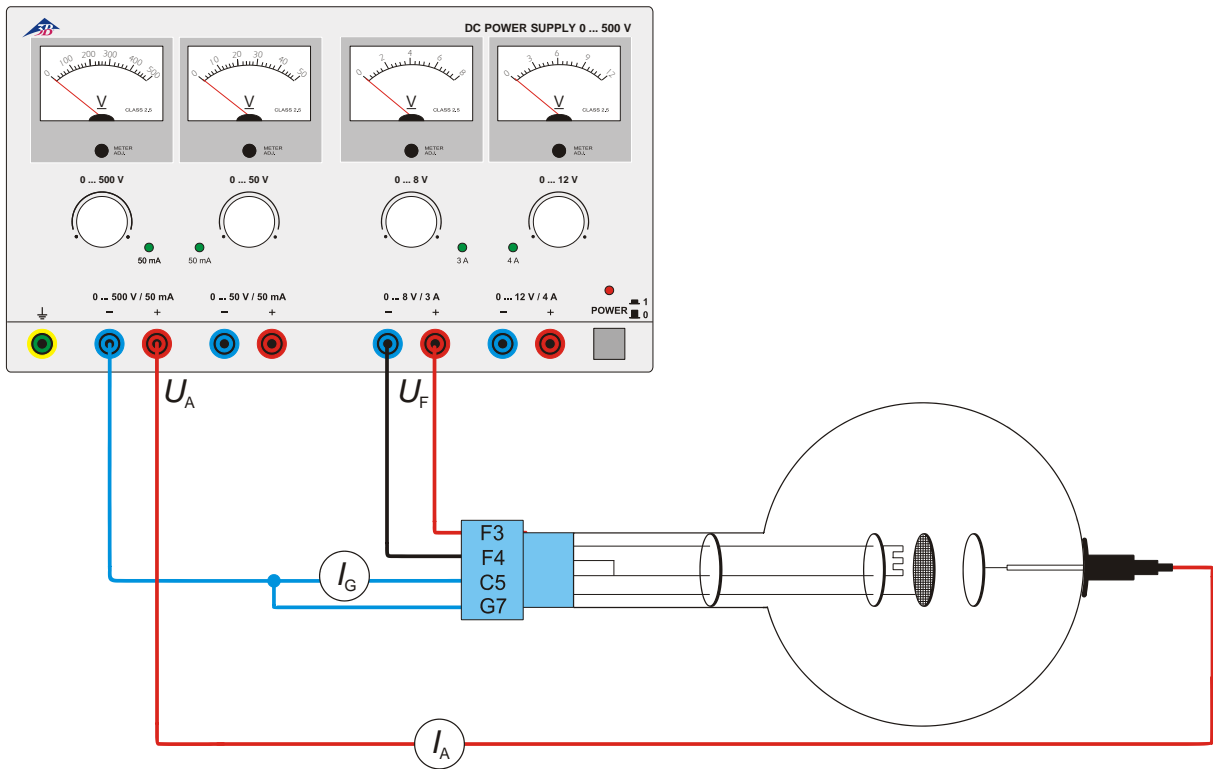

Fig. 1 Comprobación de los portadores de carga positivos
- Se monta el circuito de acuerdo con la fig. 1.